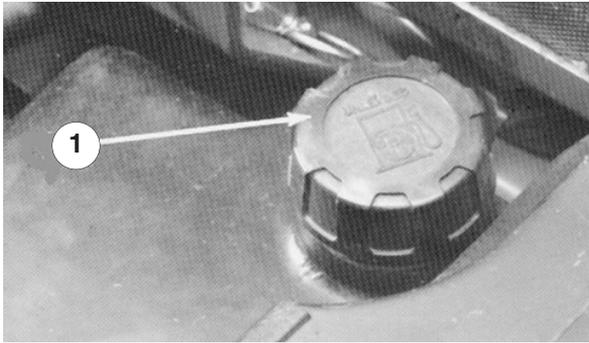

Bild 4
1. Kippen Sie den Sitz nach vorne und stützen Sie ihn mit der Abstützstange ab, damit er nicht zurückfallen kann. Wischen Sie den Bereich um den Tankdeckel herum mit einem Tuch sauber. (Bild 4)